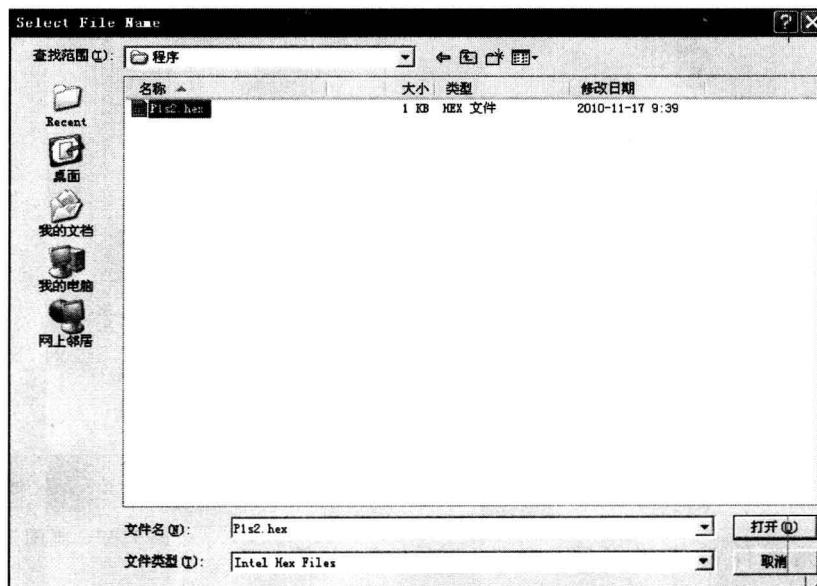

图 1-14 选择程序文件界面
2) 单击“Program File”框中的打开 () 按钮，进入图 1-14 所示的选择程序文件界面。